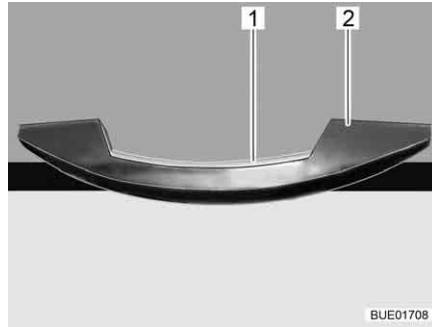

Fig. 50 Tirador con listón de desbloqueo (ejemplo)
- Pulsar y mantener pulsado el listón de desbloqueo (Fig. 50,1).
- Tirar del tirador (Fig. 50,2) hasta que la trampilla de mueble esté abierta.